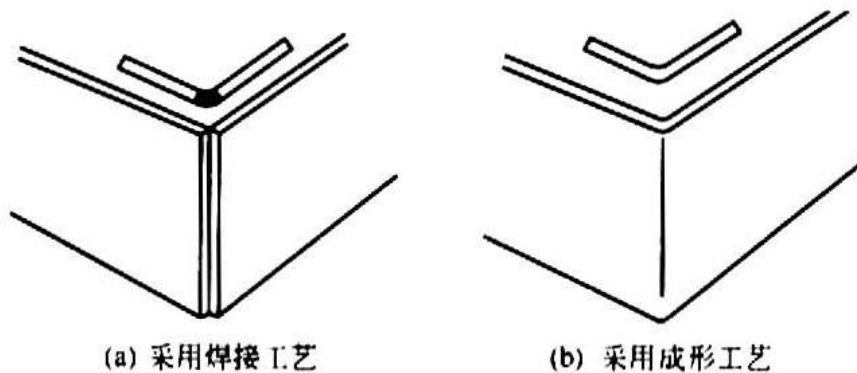

图 31 角形结构的成形方法示意
③ 考虑焊接中切割坯料的尺寸和坡口准备时,应注意并非所有的焊缝都采用连续焊缝。具有连续焊缝的 V 形坡口有时不能满足使用要求。
④ 对于单面 V 形坡口,可以采用单割嘴火焰切割开坡口;相反,对于双面 V 形坡口,可以采用多头割嘴火焰切割开坡口,切割工艺过程可以采用同一台切割设备完成。
⑤ 厚板材料有时需要开 J 形或 U 形坡口,与双面 V 形坡口相比可以节约焊缝金属。
⑥ 有时需要考虑铸造或锻压结构是否能消除焊件的复杂截面,以及是否能简化焊接设计和减少制造费用。
⑦ 对于结构连接的关键部位,可以采用昂贵材料(如少量的堆焊合金)代替一般焊接材料,这样可以达到良好的效果。
⑧ 在零部件需要卷边、密闭件或增加加强板时,应考虑用焊接方法制造的工件代替采用锻压件或机械加工件。
⑨ 采用焊接方法并不能处理所有的问题。例如采用成形工艺制造角形结构与采用焊接方法相比,可以减少材料、制造和焊接等费用,如图 31 所示。